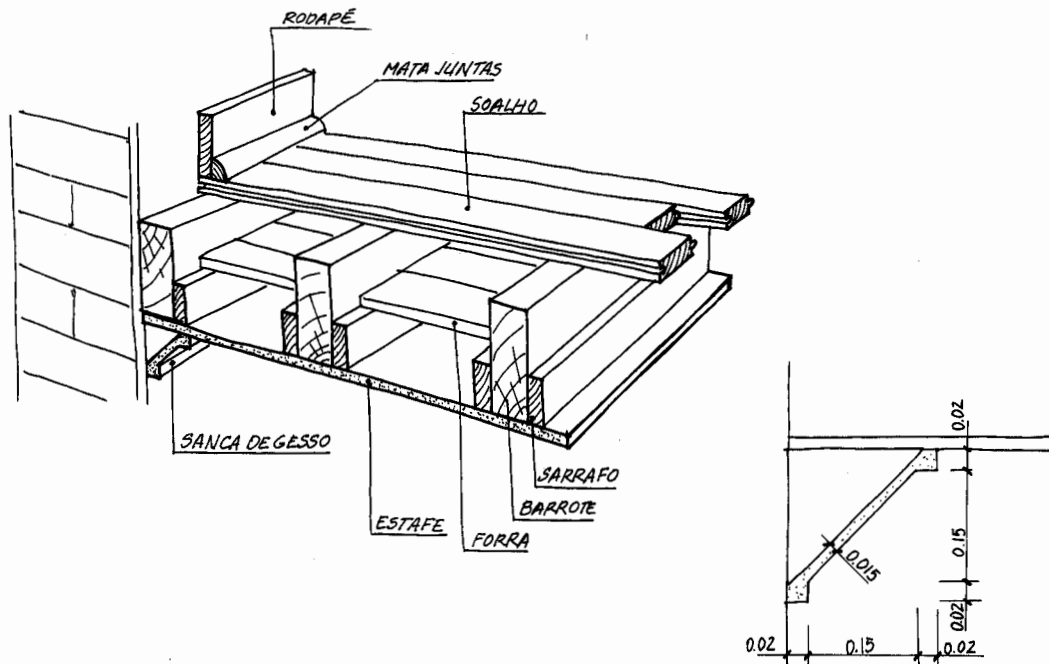

Figura 3
1. A **figura 3** representa, em esboço, uma perspectiva de parte de um pavimento tradicional de madeira, assoalhado à inglesa, com forra inferior para permitir colocação de isolamento e revestido inferiormente por um tecto de placas de estafe.
Represente, com rigor, um corte vertical da estrutura do pavimento, efectuado perpendicularmente ao comprimento dos barrotes, conforme o esquema apresentado no esboço da **figura 3**.
1. Representação rigorosa do corte vertical da estrutura do pavimento, de acordo com o esquema apresentado na figura 3	45 pontos